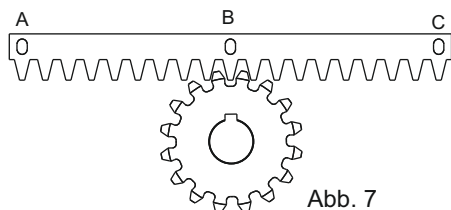
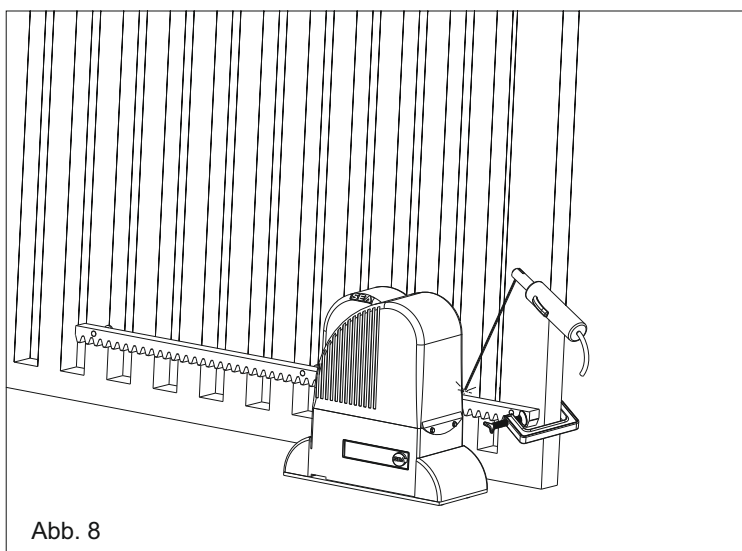

Abb. 7
Abb. 8
5.3. Das Zahnstangenelement auf das Zahnrad des Antriebs lehnen, sodass es parallel zur Bodenschiene des Tores liegt, wie in Abb. 7 positionieren und den mittleren Stift an die Torstruktur festschweißen (Abb. 8).